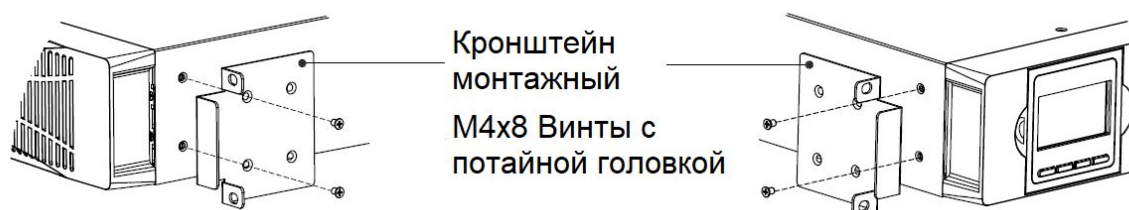

Рис.7 — Установка боковых монтажных кронштейнов на ИБП
7. Кронштейн монтажный** (см. п.4-3, Рис.7) -2шт.
- 7) Совместите монтажные кронштейны с отверстиями для винтов на каждой стороне ИБП и закрепите с помощью прилагаемых винтов с плоской головкой (см. рис.7);